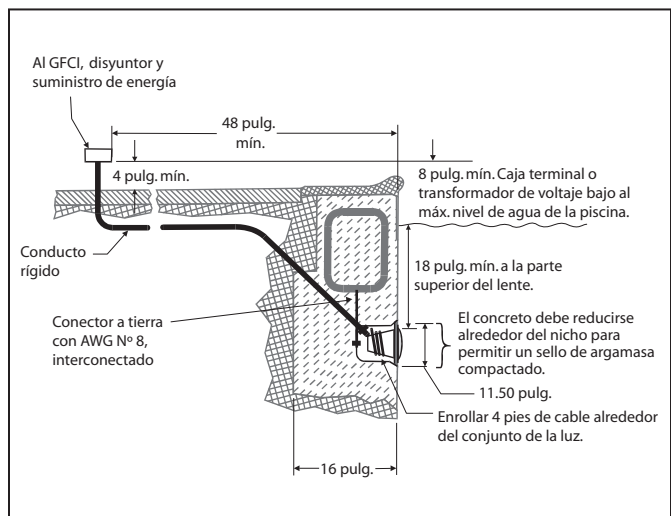
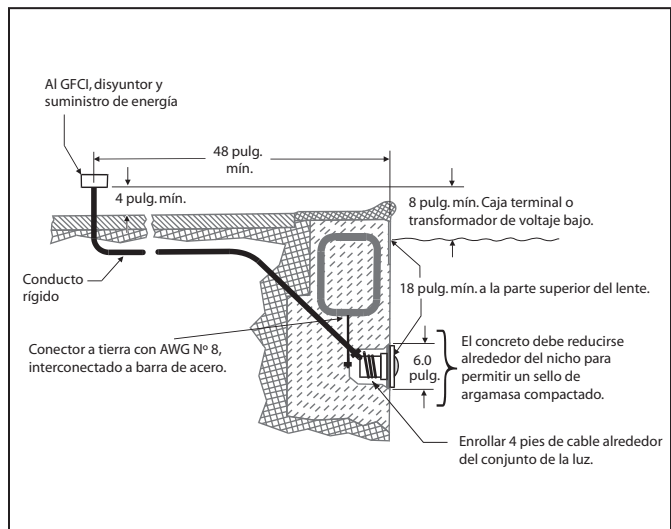

Figura 1. Instalación de la luz blanca Jandy Pro Series para piscinas
Figura 2. Instalación de la luz blanca Jandy Pro Series para spas
NOTA El electricista debe completar los pasos de preparación antes de instalar la luz; véase Figura 1 (o Figura 2, para spas).
2. La caja terminal (o un transformador de voltaje bajo para los modelos de 12 voltios) debe ubicarse al menos a ocho (8) pulgadas por encima del nivel del agua, al menos a cuatro (4) pulgadas por encima del nivel del suelo o del perímetro exterior de la piscina, y al menos a cuatro (4) pies del borde de la piscina o el spa; véase Figura 1 para piscinas y Figura 2 para spas.
3. La luz y todos los elementos metálicos que estén a menos de cinco (5) pies de la piscina o el spa deben estar correctamente interconectados y tener una conexión a tierra fiable.
4. El nicho debe estar instalado correctamente, de manera que la parte superior del lente de la luz subacuática se encuentre al menos a 18 pulgadas por debajo de la superficie de agua en la piscina o el spa; véase Figura 1 o 2.
5. El nicho debe tener sus partes metálicas correctamente interconectadas y una conexión a tierra a través de un conector a tierra AWG N° 8 ubicado en la parte trasera del nicho; véase Figura 1 o 2.
- Haga pasar el cable a través del conducto hacia la caja terminal, y deje al menos cuatro (4) pies de cable en la luz para enrollarlo alrededor de la misma; véase Figura 1 (o Figura 2, para spas). Estos cuatro (4) pies de cable alrededor de la luz facilitan el mantenimiento una vez que la piscina o el spa estén llenos.
- Corte el cable en la caja terminal, y deje al menos seis (6) pulgadas de cable para realizar las conexiones.
- Pelee seis (6) pulgadas de la camisa del cable para dejar al descubierto los tres cables aislados. *Tenga cuidado de no dañar el aislamiento de los tres (3) cables internos.*
- Instale el aliviador de tensión en la camisa del cable y conecte los tres (3) cables a los circuitos correspondientes en la caja terminal. Instale la cubierta de la caja terminal
2. La caja terminal (o un transformador de voltaje bajo para los modelos de 12 voltios) debe ubicarse al menos a ocho (8) pulgadas por encima del nivel del agua, al menos a cuatro (4) pulgadas por encima del nivel del suelo o del perímetro exterior de la piscina, y al menos a 48 pulgadas del borde de la piscina o el spa; véase Figura 1 (o Figura 2, para spas).
4. El nicho debe estar instalado correctamente, de manera que la parte superior del lente de la luz subacuática se encuentre al menos a 18 pulgadas por debajo de la superficie de agua en la piscina o el spa; véase Figura 1 (o Figura 2, para spas).
5. El nicho debe tener sus partes metálicas correctamente interconectadas y una conexión a tierra a través de un conector a tierra AWG N° 8 ubicado en la parte trasera del nicho; véase Figura 1 (o Figura 2, para spas).
5. Deje al menos cuatro (4) pies de cable para enrollarlo alrededor de la luz; véase Figura 1 (o Figura 2, para spas). Esto permite que la luz reciba mantenimiento luego de que la piscina o el spa estén llenos.
6. Corte el cable en la caja terminal, deje al menos seis (6) pulgadas para realizar las conexiones.
7. Pele seis (6) pulgadas de la camisa del cable para dejar al descubierto los tres cables aislados. Tenga cuidado de no dañar el aislamiento de los tres (3) cables internos.
8. Instale el aliviador de tensión en la camisa del cable y conecte los tres (3) cables a los circuitos correspondientes en la caja terminal. Instale la cubierta de la caja terminal